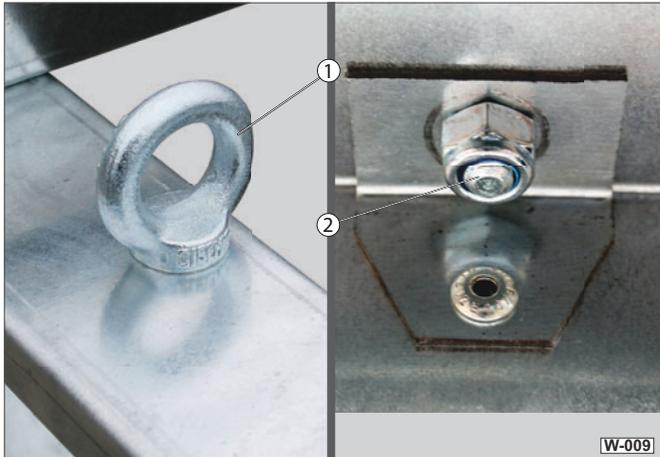

Abb. 9 Zurpunkte kontrollieren
- ▶ Prüfen Sie regelmäßig (min. halbjährlich) die Zurringe (Abb. 9/1) auf Risse, Verformungen, Deformation.
- ▶ Prüfen Sie regelmäßig (min. halbjährlich) die Schraubverbindungen (Abb. 9/2) auf Festsitz.